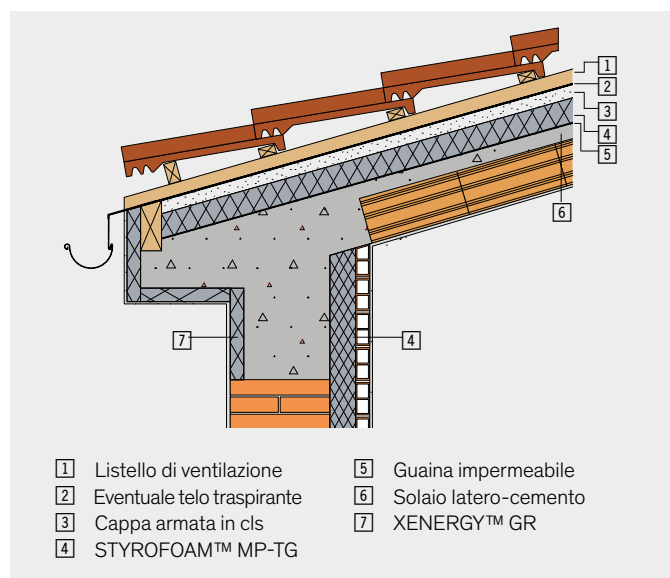
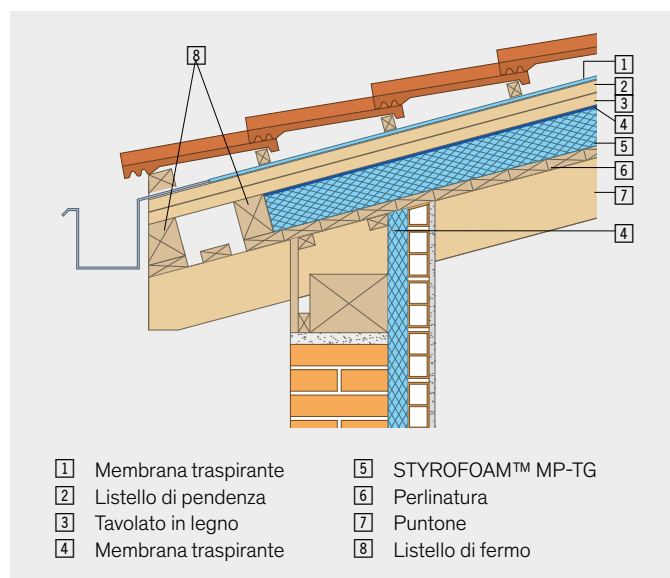

Figura 02
Figura 03
XENERGY™ SL, STYROFOAM™ MP-TG e ROOFMATE™ LG sono delle schiume di polistirene estruso in lastre di colore grigio e azzurro, rigide e compatte con pelle di estrusione. ROOFMATE™ LG è preaccoppiato con uno strato superficiale di calcestruzzo modificato. XENERGY™ SL, STYROFOAM™ MP-TG e ROOFMATE™ LG, oltre ad essere robusti ed insensibili all'acqua, grazie ai bordi fresati a maschio-femmina permettono di realizzare uno strato isolante continuo ideale sia per l'isolamento sottotegola su strutture in laterocemento (figura 02) che su strutture in legno (figura 03 e 04).
- possibilità della realizzazione del massetto sovrastante le lastre di XENERGY™ SL e STYROFOAM™ MP-TG senza strati separatori in strutture in laterocemento (figura 02).